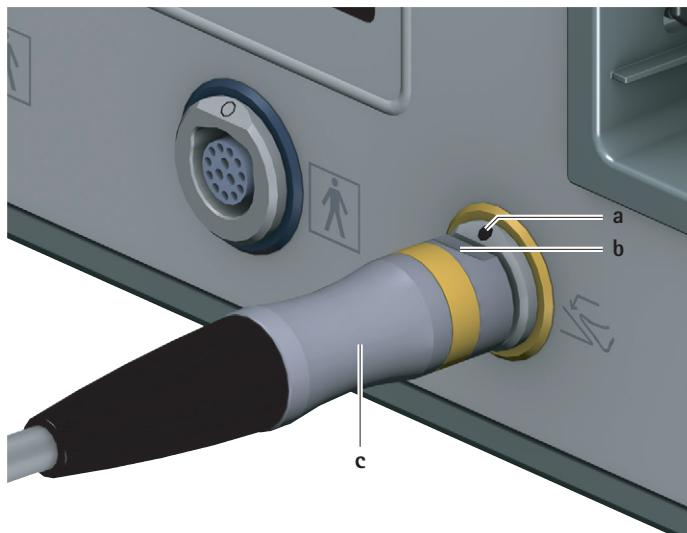

Fig. 2 Collegamento del comando a pedale
- Orientare il connettore del comando a pedale **c** in modo che la marcatura **b** del connettore coincida con quella **a** presente sulla presa di collegamento del comando a pedale **6**, vedere Fig. 2.
- Tirare il connettore del comando a pedale c dalla presa di collegamento del comando a pedale 6, vedere Fig. 2.